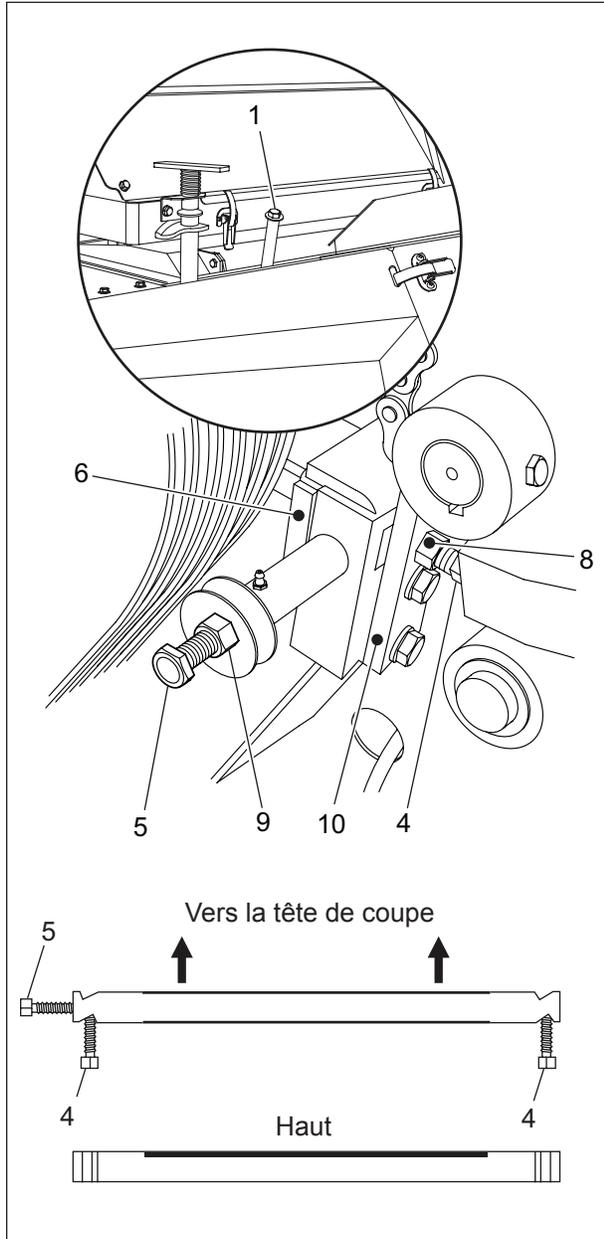

Figure 150 Ajustement initial et remplacement de la barre de cisaillement
Pour retirer le nettoyeur, démonter la plaque et l'espaceur (page 116, figure 150, item 10). Si le rouleau lisse (item 4) tourne avec difficulté, ceci causera une usure prématurée de la chaîne et du pignon et amènera également une demande d'énergie supplémentaire et inutile.